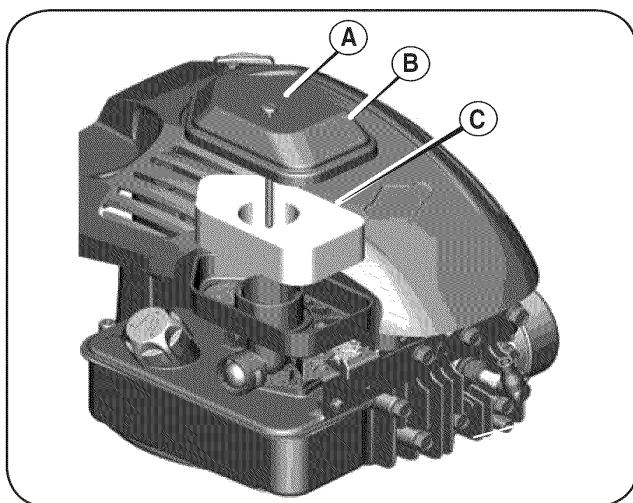

РИС. 12
1. Отверните винт (A) на верхней части корпуса (B) (см. РИС. 12).
3. Извлеките поролоновый элемент (C) из основы воздушного фильтра.
7. Установите фильтр в сборе на карбюратор и затяните винт (A).